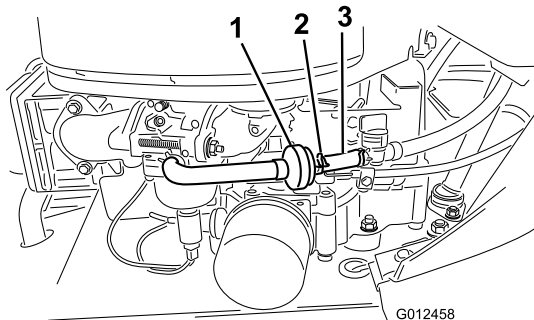

Bild 28
9. Nehmen Sie die Ölablassschraube ab, damit das Öl ablaufen kann (Bild 28).
7. Lockern Sie die Schlauchklemme am Kraftstofffilter und schieben Sie sie an der Kraftstoffleitung weg vom Kraftstofffilter (Bild 28).
8. Ziehen Sie die Kraftstoffleitung vom Kraftstofffilter (Bild 28).
11. Schieben Sie die Schlauchklemme ganz an den Kraftstofffilter heran, um die Kraftstoffleitung zu befestigen (Bild 28).
Tauschen Sie den Kraftstofffilter am besten aus, wenn der Tank leer ist (Bild 28). Bauen Sie nie einen verschmutzten Filter wieder ein, wenn Sie diesen aus der Kraftstoffleitung entfernt haben.